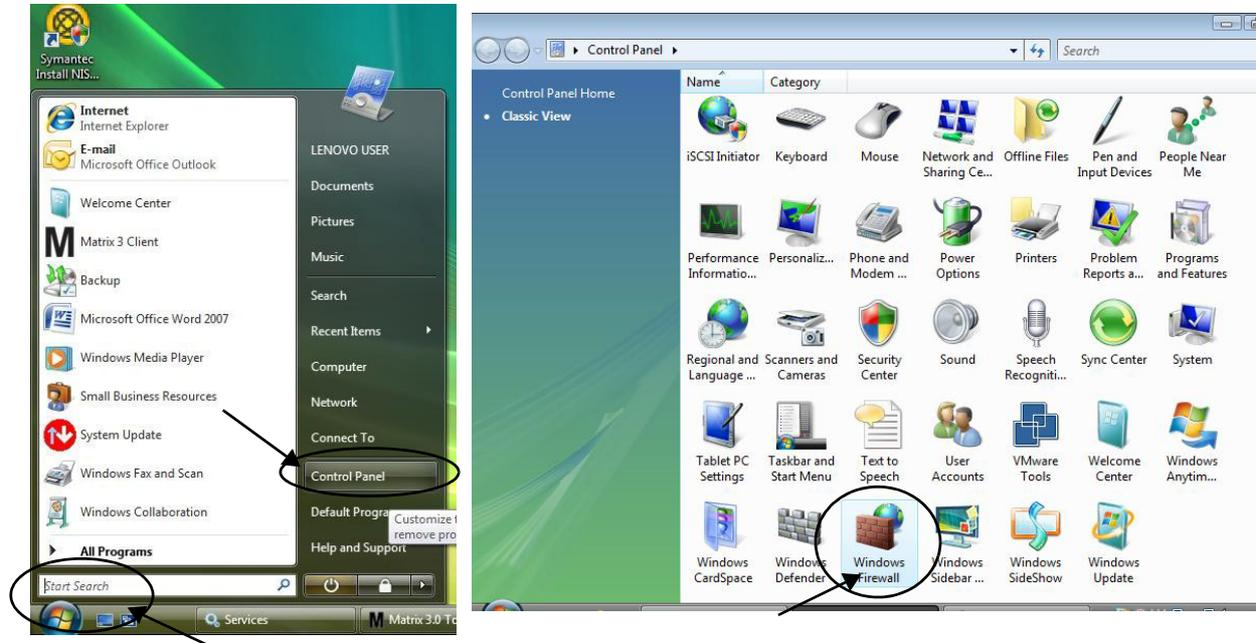

FIG. 26
1. Fare clic su Start/Pannello di controllo. Quindi selezionare Windows Firewall (FIG. 26).